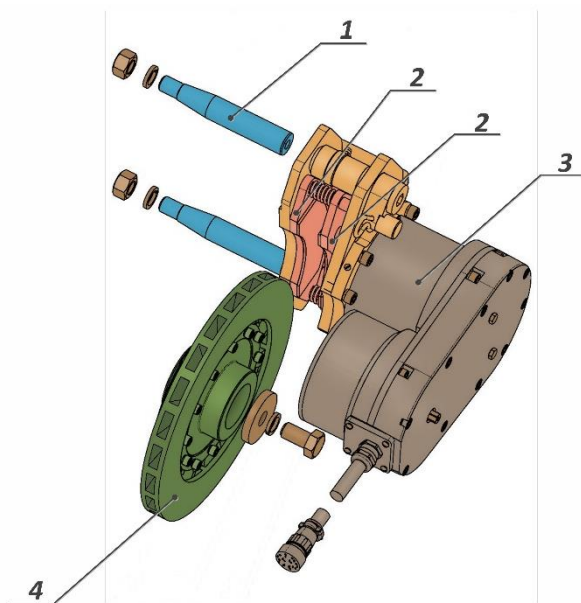
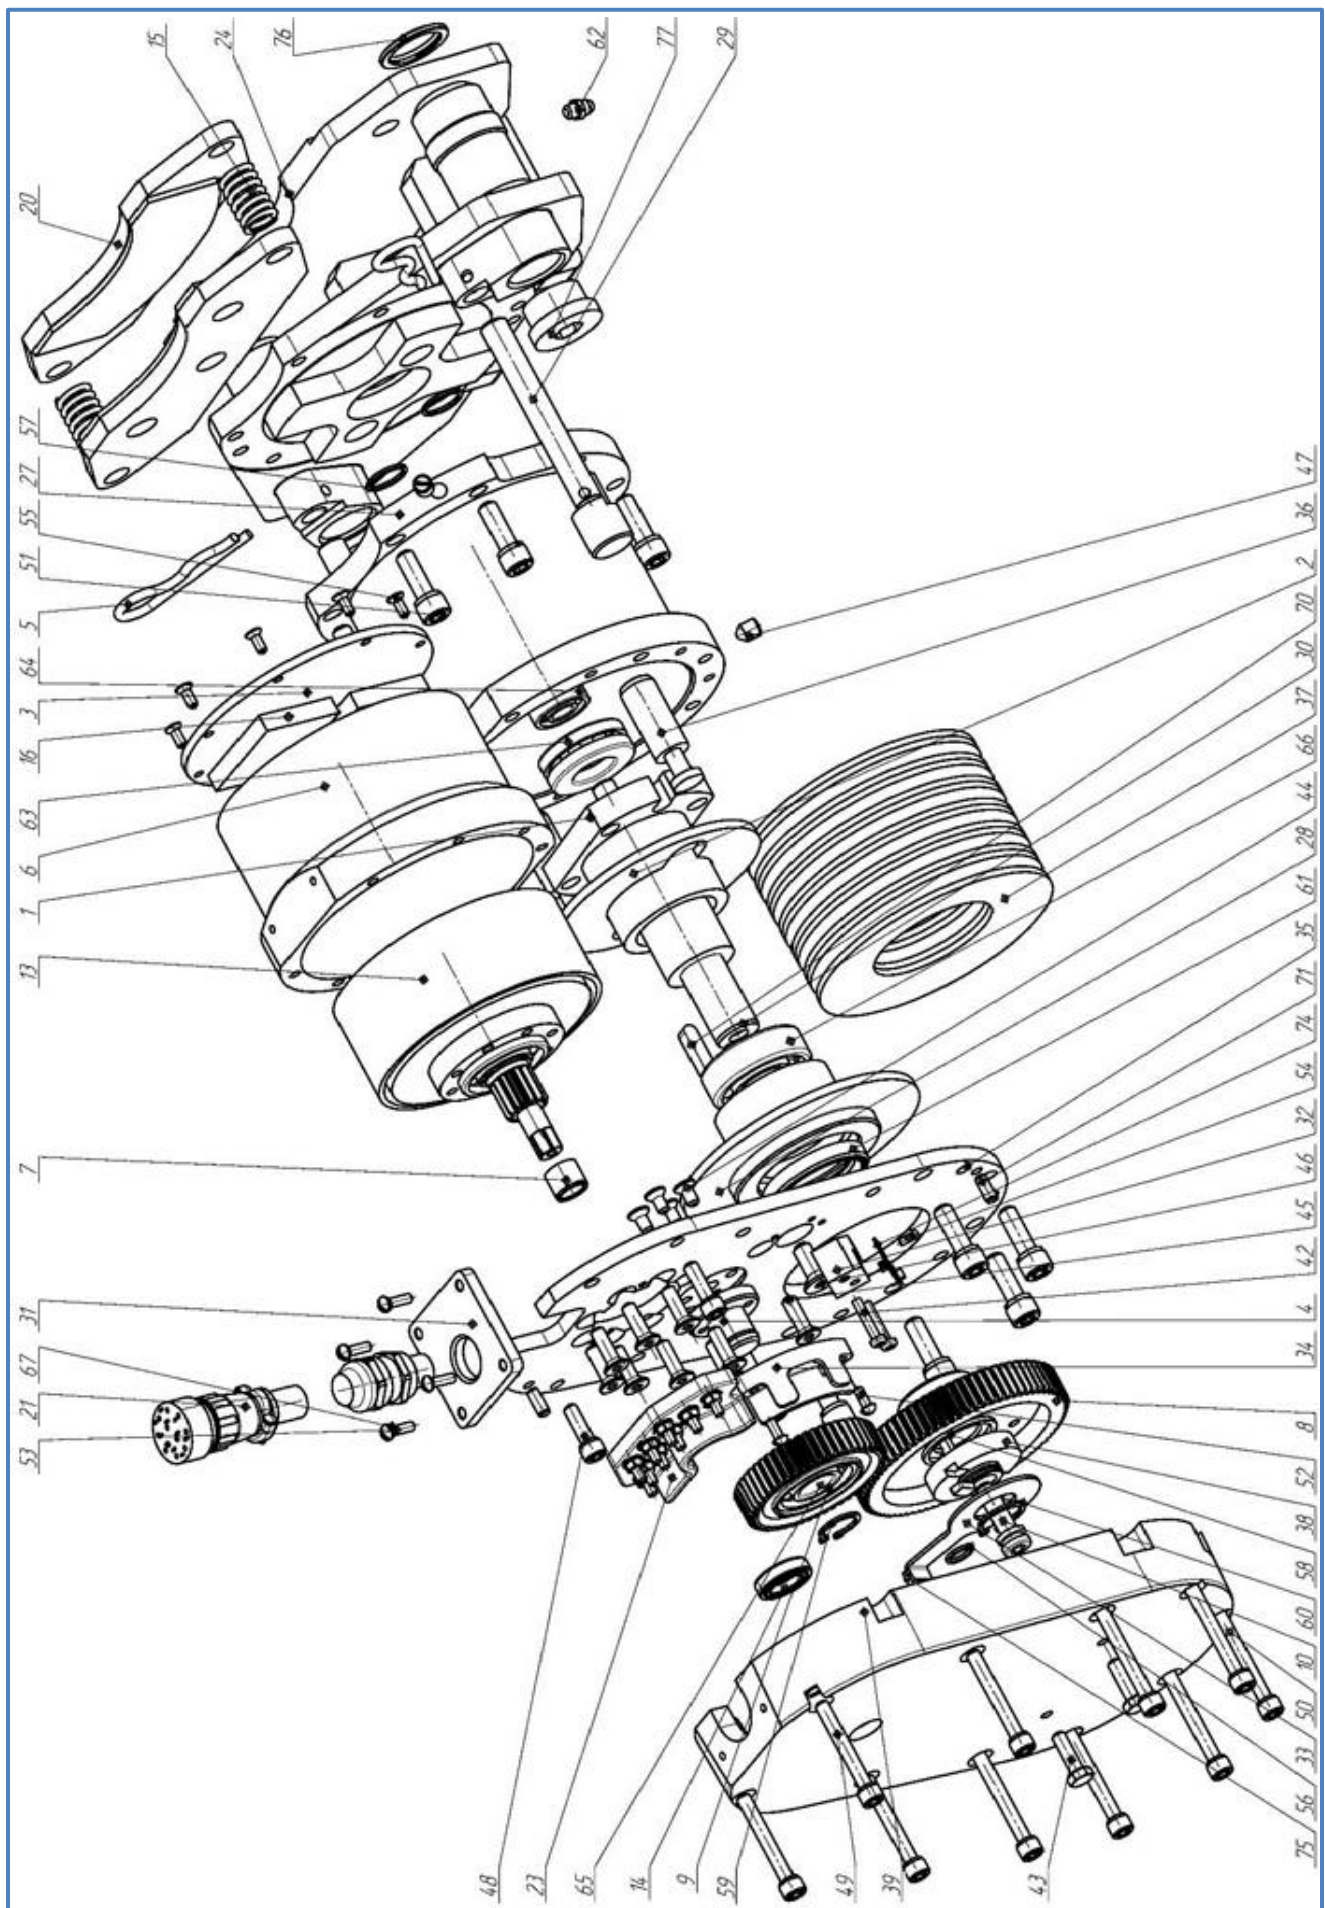

Рис. 29. Основные узлы ЭМТС-1М-01:
Рис. 30. Состав тормозного привода ИМТ-3-02
Электромеханическая тормозная система ЭМТС-1М-01 (Рис. 29) состоит из: тормозного привода ИМТ-3-02 (Рис. 30), который служит для создания сжимающего усилия на выходном звене и предназначен для установки на тележку трамвая. Тормозной привод (Рис. 29) установлен на направляющих, закрепленных гайками и стопорными шайбами на фланце тягового двигателя. На выходном валу двигателя напрессован тормозной диск (2) и при помощи болта и шайбы закреплен от осевого перемещения.
Тормозной диск расположен таким образом, что тормозные колодки 20 (Рис. 30), установленные на суппорте 24 привода ИМТ-3-02 охватывают его с двух сторон и при отключенном приводе ИМТ-3-02
зажимают тормозной диск 1 (Рис. 30), затормаживая тяговый двигатель.
Привод тормозной ИМТ-3-02 (Рис. 30) содержит суппорт 24 с закрепленным стаканом 27. Коаксиально оси стакана на подшипниках 63, 64, 66, размещенных в суппорте 24 и поджимном фланце 28, с возможностью вращения, установлен винт 30 шарико-винтовой передачи. С винтом 30 посредством редуктора, состоящего из колес 8 и 9, связан двигатель 13, причем колесо 8 установлено на винте 30 и закреплено посредством шпонки 70, шайбы 38 и винта 10. На винте 30 установлена гайка 1, в торец которой упирается шайба упорная 2 и пакет пружин 37. Другим торцом пакет пружин 37 упирается в торец фланца поджимного 28. Фланец поджимной 28 установлен в пластину 35, на которой закрепляется ось 4. На ось 4 устанавливается колесо 9 с завальцованным подшипником 65. Суппорт 24 содержит две направляющие оси 29, расположенные параллельно оси винта 30. На направляющих 29 расположены колодки 20. Между колодками на направляющих 29 установлены пружины 15. На гайке 1 в пазах установлены толкатели 36, выходные концы которых упираются в колодку 20. Толкатели 36 запираются в пазах гайки 1 упорной шайбой 2. Вал двигателя 13 снабжен шейкой для установки ключа. На шайбе 38 в пазах закреплены магниты 75, которые удерживают от свободного поворота лепесток 33, сцентрированный на шайбе 38. В дополнение к магнитам, лепесток 33 в осевом направлении зафиксирован стопорным кольцом 60, расположенным в канавке шайбы 38. На отогнутой части лепестка закреплен магнит 75. На пластине 35 через опору 32 закреплен датчик 74. При вращении колеса 8 лепесток 33 перемещается по сектору, ограниченному двумя винтами-упорами 43 и направленному относительно оси колеса 8 в сторону клеммника 23. Провода от датчика 74 уложены в паз предохранителя 34 и выведены на клеммник 23. Предохранитель и клеммник крепятся на пластине 35. Крышка 39 крепится на пластине 35. Шарико-винтовая передача работает в масляной ванне. Слив отработанного масла, и заправка нового осуществляется через отверстия (2 шт.), заглушенные винтами 47. Для уплотнения выходного конца винта 30 в поджимном фланце 28 установлена манжета 61. Уплотнение по плоскости контакта зубчатого колеса 8 и шайбы 38 осуществляется кольцом 58, а винта 10 по шайбе 38- кольцом 56. Уплотнение толкателей 36 в отверстиях суппорта 24 осуществляется кольцами 57. Для уплотнения вала двигателя 13 по крышке 39 в последней установлена манжета 14. Устройство работает следующим образом. При подаче напряжения питания двигатель 13 посредством редуктора вращает винт 30 шарико-винтовой передачи. Гайка 1 совместно с толкателями 36 перемещается вдоль оси винта 30 и сжимает пакет пружин 37. Перемещение выполняется до тех пор, пока не образуется зазор 1,7 мм между колодками 20 и тормозным диском (примерно 2 оборота вала двигателя). При этом лепесток 33 занимает крайнее положение, и его отогнутая часть с магнитом 75 располагается напротив датчика 74, который сигнализирует о том, что тормоз расторможен. Происходит удержание пакета пружин 37 в достигнутом положении двигателем 13. На панели водителя расторможенный тормозной привод отображается в виде прямоугольника белого цвета.
Суппорт 24 тормозного привода посредством направляющих 21 (Рис. 30) устанавливается на тяговый двигатель таким образом, чтобы тормозной диск располагался между тормозными колодками 20 (Рис. 30), а оси самих направляющих были параллельны оси тормозного диска. При отключении напряжения питания нагрузка с двигателя 13 снимается, и пакет пружин выталкивает гайку 1 с толкателями 36, благодаря чему колодка 20 прижимается к тормозному диску. Сила прижатия заставляет суппорт 24 тормозного привода перемещаться в осевом направлении тормозного диска до достижения контакта между второй колодкой и диском. Таким образом зазоры между колодками и диском будут исключены и диск заторможен. На панели водителя заторможенный тормозной привод отображается в виде прямоугольника красного цвета.